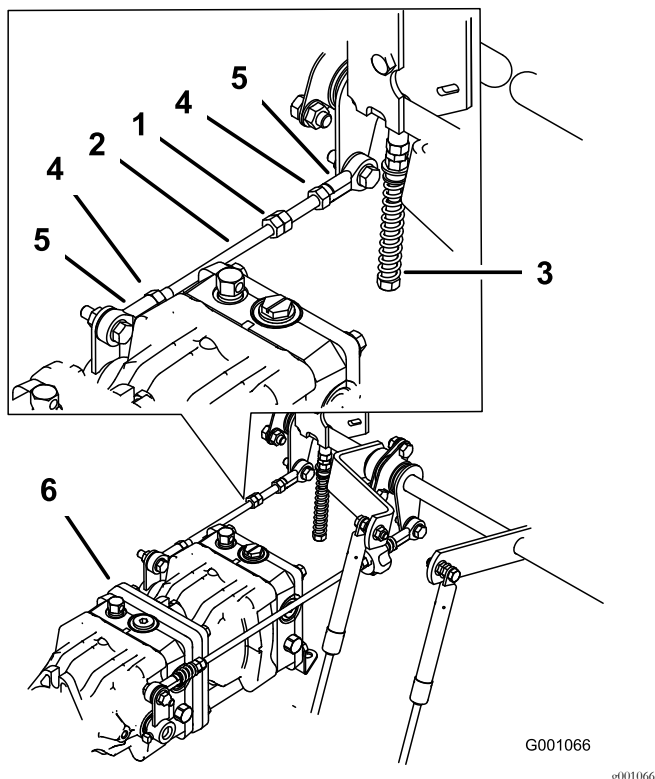

Figure 81
1. Desserrez les contre-écrous sur les rotules de la tige de commande de la pompe (Figure 81).
3. Réglez la longueur de la tige de pompe en tournant les doubles écrous dans le sens voulu, jusqu'à ce que la roue soit immobilisée ou tourne légèrement en marche arrière (Figure 81).
- Serrez les contre-écrous contre les rotules (Figure 81).